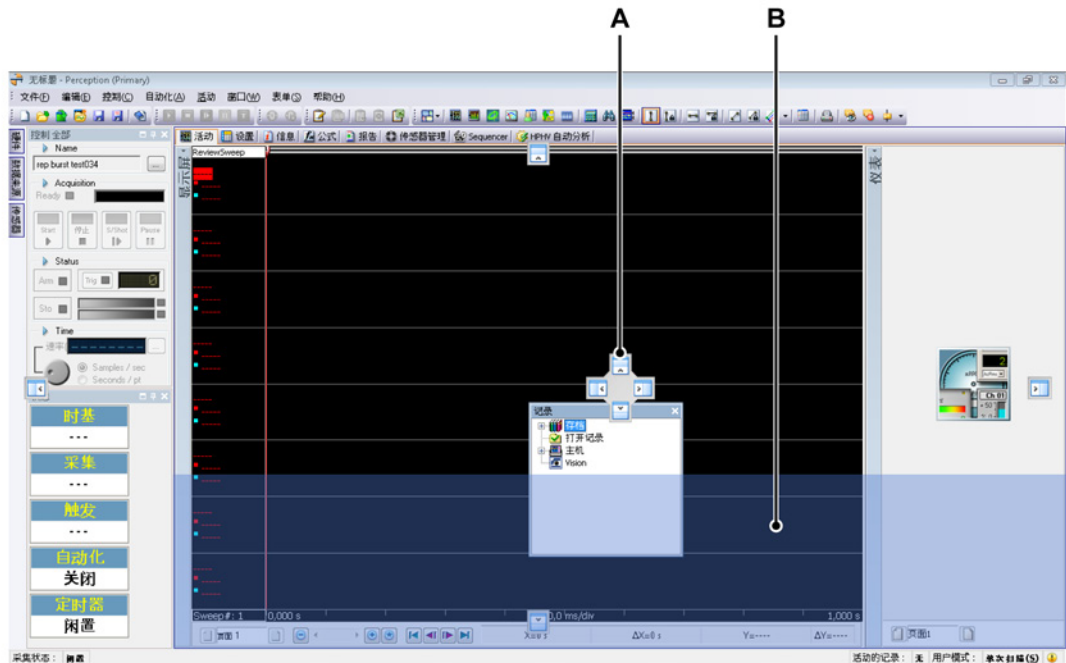
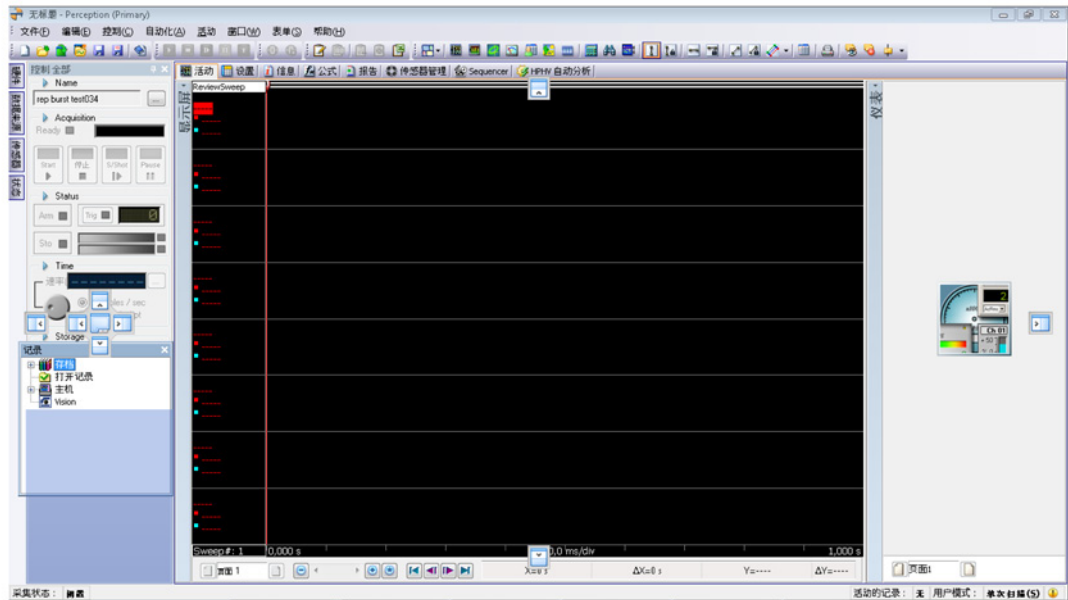

图 3.8: 面板位置主要区域
图 3.9: 面板相对位置
- 3 将鼠标指针移到其中的一个标签上并松开鼠标即可固定面板。您可将面板固定在主要区域（见图 3.8 页 54）或已固定面板附近（见图 3.9）。